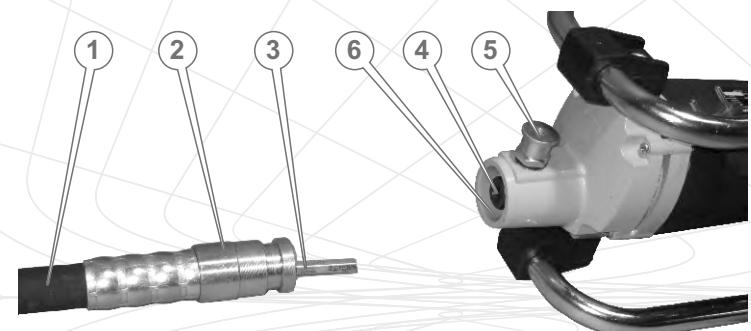

Рисунок 8
2. Оттянуть пружинный фиксатор (5) и ввести соединительный элемент гибкого вала (2) в муфту электропривода (6) (см. рис. 8) до упора, при этом добиваясь совпадения вала привода (4) и сердечника гибкого вала (3). Отпустить пружинный фиксатор и провернуть гибкий вал.